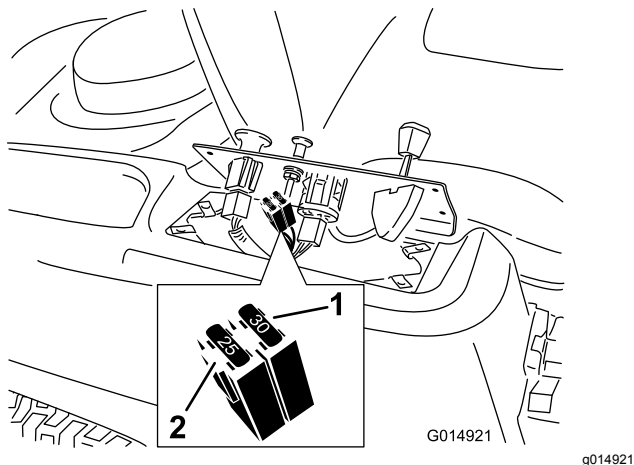

Figura 46
2. Sollevate la plancia per accedere al cablaggio principale e al portafusibili (Figura 46).
3. Per sostituire un fusibile, tiratelo (Figura 46) ed estraetelo dall'attacco.